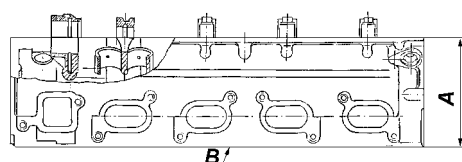

Рис. 4.129. Проверка неплоскостности головки цилиндров
-неплоскостность поверхности "В" (рис. 4.129) с блоком цилиндров. Допустимый зазор 0,15 мм. Зазор измеряется на контрольной плите с помощью щупа. При устранении неплоскостности размер "А" должен быть не менее 142,7 мм.